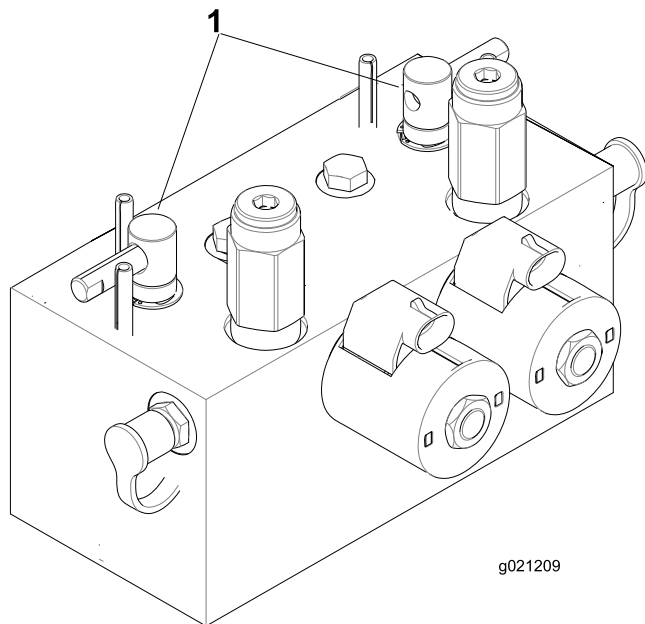

Figure 93
2. Déverrouillez le capot et soulevez-le pour exposer les leviers de rodage (Figure 93).
5. Sélectionnez les leviers de rodage avant, arrière ou les deux pour déterminer les tabliers qui doivent être rodés (Figure 93).